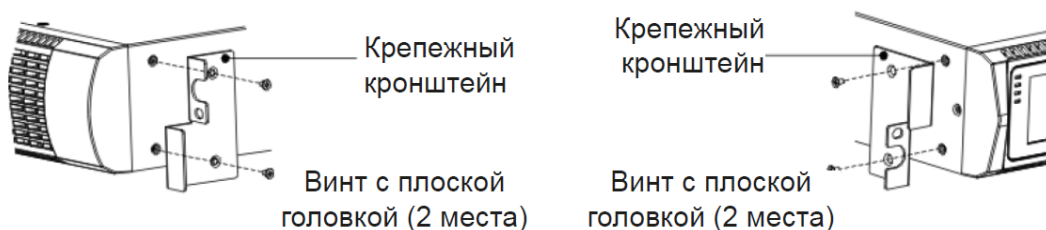

Рис. 4 Установка монтажных кронштейнов
9. Совместите крепежные кронштейны с отверстиями для винтов на каждой стороне ИБПФ и зафиксируйте предоставленными М4х8 винтами с плоской головкой (см. Рис. 4)